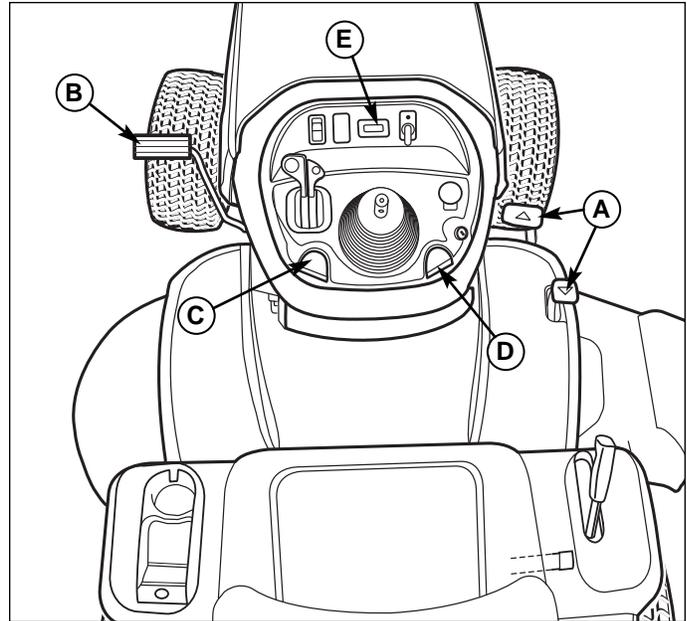

Figure 1. Embrayage du frein de stationnement
Appliquer le frein de stationnement - Voir Figure 1. Pour bloquer le frein de stationnement, relâcher les pédales de vitesse de déplacement (A), appuyer complètement sur la pédale de frein (B), tirer le bouton de frein de stationnement (C) et relâcher la pédale de frein.
Relâcher le frein de stationnement - Voir Figure 1. Pour relâcher le frein de stationnement, appuyer complètement sur la pédale de frein (B).
1. Tirer sur le bouton de régulateur de vitesse (D, Figure 1).
2. Appuyer sur la pédale de déplacement en marche avant (A).
3. Lever le bouton de régulateur de vitesse (D) une fois que la vitesse souhaitée est atteinte. Le régulateur se bloque dans l'une de ses cinq positions de verrouillage.
Le compteur horaire (E, Figure 1) mesure la durée pendant laquelle la clé est en position MARCHE.